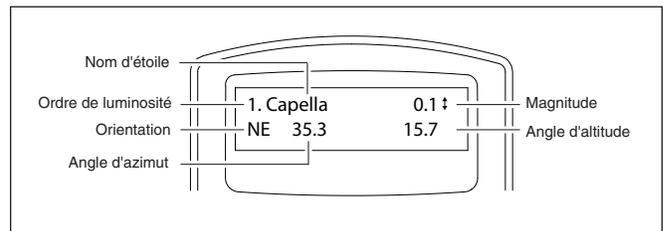

Figure 3. Informations d'alignement d'étoile affichées sur l'écran LCD.
4. À présent, utilisez les touches de défilement pour naviguer dans la liste des étoiles lumineuses. Cette liste ne contient, tout au plus, que quelques étoiles, voire parfois une seule. La télécommande affiche le nom et la magnitude de l'étoile lumineuse sur la première ligne, ainsi que sa position approximative (sur la base de l'heure et de la date saisies lors de la configuration initiale) sur la deuxième ligne (**figure 3**). La première coordonnée sur la deuxième ligne est une coordonnée E-W, et la deuxième coordonnée sur cette même ligne indique le degré au-dessus de l'horizon. Ces coordonnées constituent un moyen simple d'identifier l'étoile lumineuse que vous avez choisie. Lorsque vous êtes certain que la télécommande affiche le nom de l'étoile